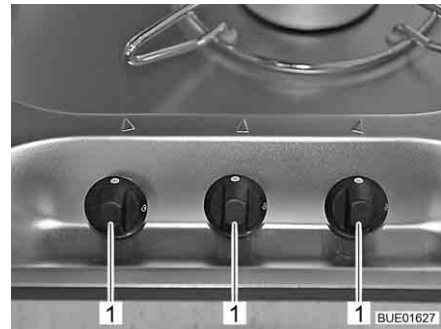

Fig. 207 Boutons de commande pour le réchaud à gaz
- Tourner le bouton tournant (Fig. 207,1) du brûleur désiré en position d'allumage (grande flamme).